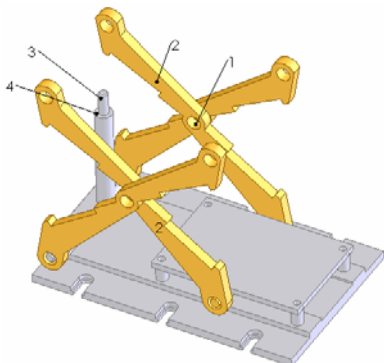

图 12-61 插入长圆轴后的图形
⑪ 插入长圆轴。选择菜单栏中的“插入”→“零部件”→“现有零件/装配体”命令，插入长圆轴。具体步骤可以参考上面的介绍，将长圆轴插入到图中合适的位置，结果如图 12-61 所示。
⑫ 添加配合关系。选择菜单栏中的“插入”→“配合”命令，或者单击“装配体”工具栏中的“配合”图标，此时系统弹出“配合”对话框。用鼠标选择图 12-61 中的表